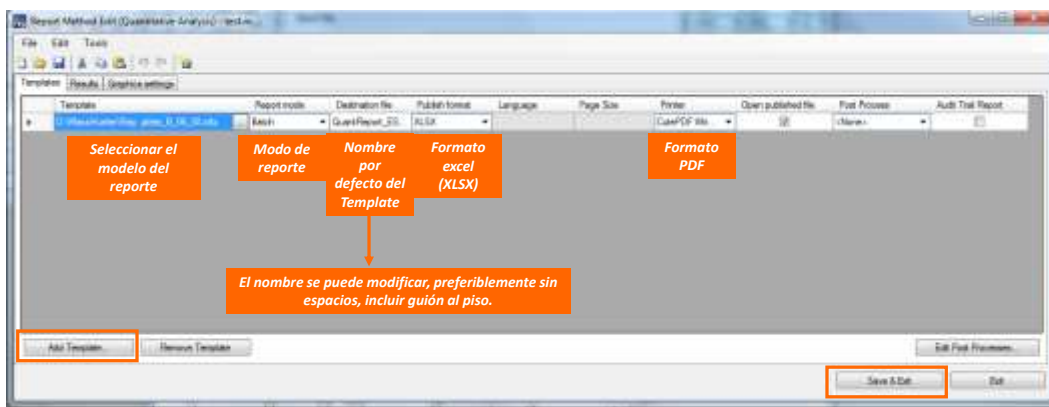

Figura 11. Editar y adicionar el modelo para crear el reporte del lote.
8.9.2.7. Generar el reporte. Después de analizar el lote y verificar los resultados, guardar los cambios y generar el reporte seleccionando **Report > Generate**. Se abrirá el cuadro de diálogo del **Generate Editor**. Seleccionar el *Report Folder* o carpeta donde se guardará el reporte desde el botón *Browser*. Luego en el campo del *Report method* editar el tipo de reporte a generar dando *click* en el botón **Edit**, y se abrirá una caja de diálogo. Para comenzar a establecer las características del reporte adicionar el *Template*. Para esto hacer *click* en el botón **Add Template** y seleccionar el archivo desde el directorio siguiendo la ruta *D:\MassHunter\Report Templates\Quant\en-us\letter\Parts_Grafics*. En esta carpeta aparecen varias opciones de modelos de reporte. Se puede seleccionar el *QuantReport_ESTD_Complete*. Continuar configurando los demás campos del *Report Method Edit*. Ver Figura 11.